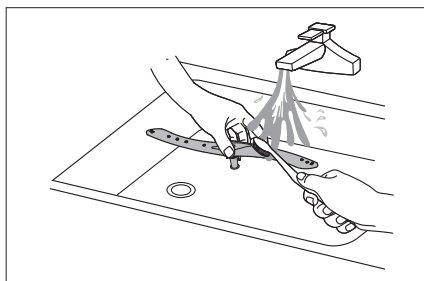

Fig. 23
- Limpie el brazo pulverizador (1) con agua corriente y compruebe que los orificios no estén obturados (véase **fig. 23**). A continuación, vuelva a colocarlo.